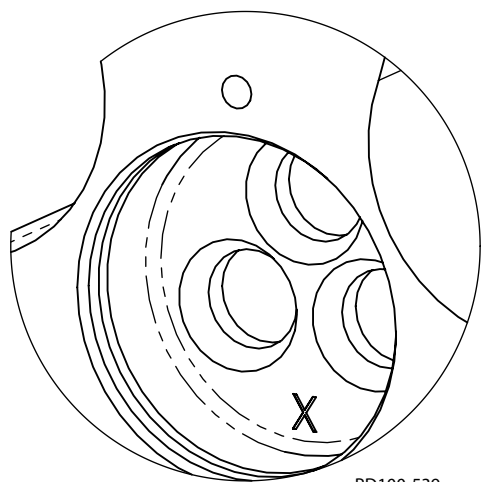

Рисунок 31 - Деталь с расточенным отверстием
**ПРИМЕЧАНИЕ:** Ротор, установленный на приводном вале, отмечается как «X» в расточенном отверстии винта зажима (смотрите Рисунок 31). Ротор с отметкой должен всегда устанавливаться на приводном вале для поддержки соответствующего зазора на роторе и предотвращения повреждения насоса.